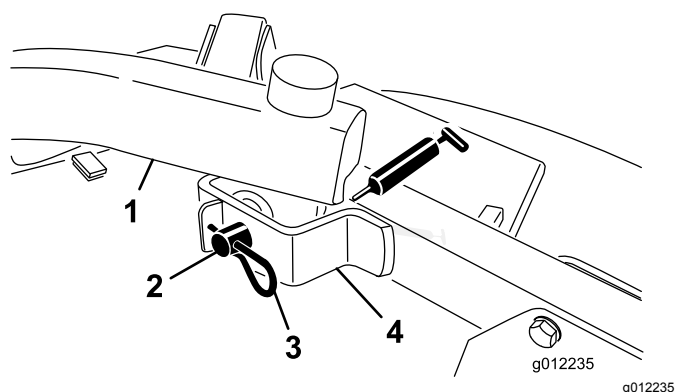

Bild 21
- Hubarmgelenke, vorne (2) (Bild 21)